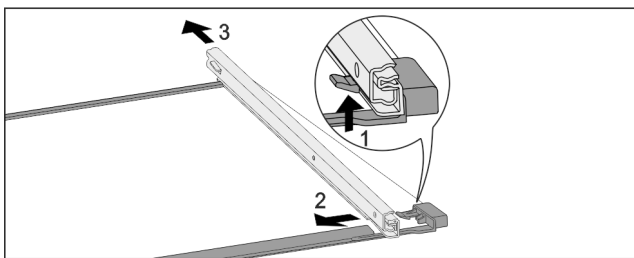

Fig. 65 Steklena plošča z vodili
- ▶ Sprednji zaskočni kaveljček potisnite navzgor. Fig. 65 (1)
- ▶ Izvlečno vodilo potisnite Fig. 65 (2) na stran Fig. 65 (3) in nazaj.